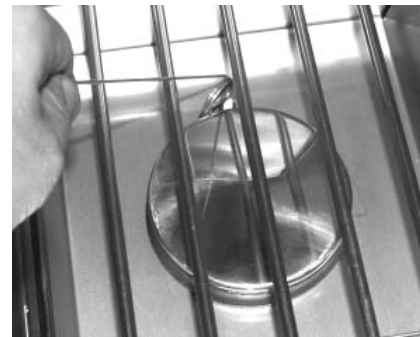

Fig. 18-2 - Éclairage manuel
**ATTENTION:** Attendez toujours cinq (5) minutes le gaz pour se dégager après que n'importe quelle tentative non réussie d'éclairage.
2. Insérez un allumeur brûlant de butane de long-baril, une allumette brûlante de long-tige, ou une allumette brûlante tenue par un support de prolongation de fil par la grille à cuire s'ouvrant au brûleur (fig. 18-2). Tenez la flamme contre le bord du brûleur.
4. Si le brûleur ne se allume pas dans les cinq (5) secondes de tourner le bouton de commande, enfoncez immédiatement le bouton et tournez la valve à **AU LOIN**. **ATTENDEZ CINQ (5) MINUTES** avant de répéter les étapes 2 à 4 des instructions manuelles d'éclairage.